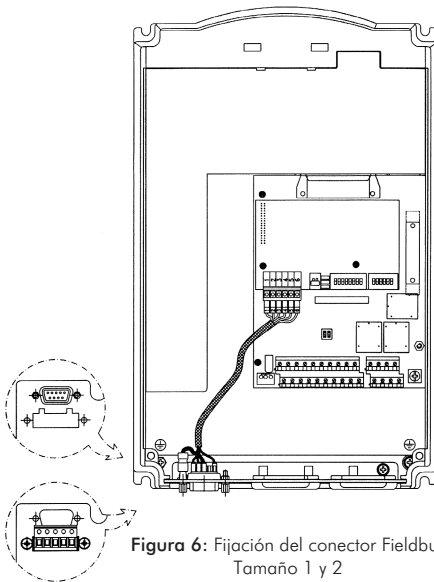

Figura 6: Fijación del conector Fieldbus Tamaño 1 y 2
- Paso 1** Fije el conector Fieldbus al gabinete del convertidor utilizando el cable de 150mm (figura 6);